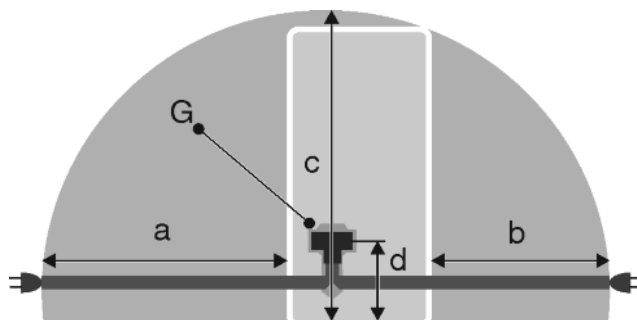

Fig. 26
- Zásuvka leží mimo oblast zadní stěny spotřebiče v dané oblasti *Fig. 26 (a, b, c)*.
- ▶ Zástrčku spotřebiče *Fig. 26 (G)* zastrčte na zadní straně spotřebiče. Dávejte pozor na správné zaklesnutí.